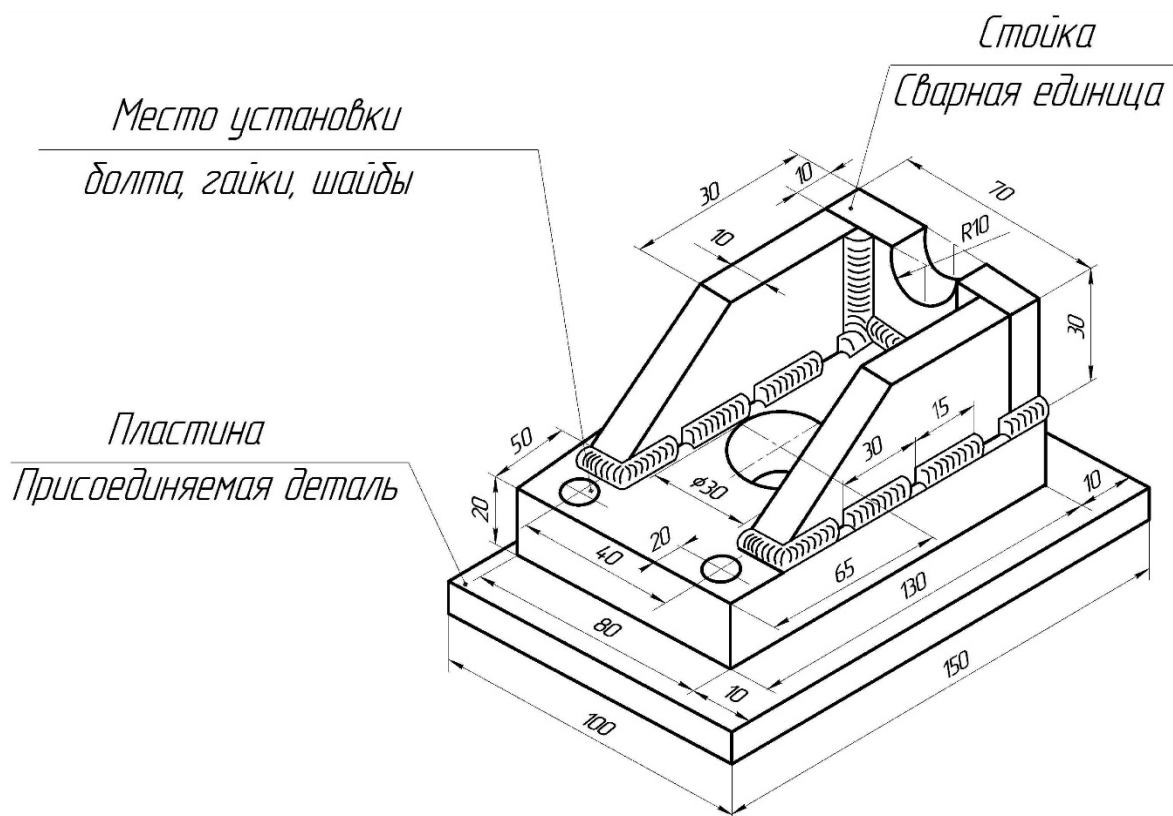

Рисунок 5.1 – Наглядное изображение сварной единицы «Стойка» с пластиной
1) по наглядному изображению сварной единицы «Стойка» (рисунок 5.1) построить ее чертеж с необходимыми разрезами, нанести габаритные и присоединительные размеры, обозначить сварные швы;